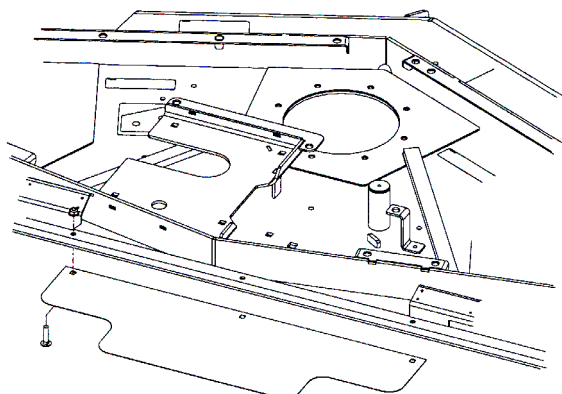

図4
6. 後デフレクタを、カッティングユニットの後部に取り付ける (5/16 x 1-1/4" キャリッジ・ボルトとフランジ・ナットを使用)。デフレクタの位置は図4を参照。